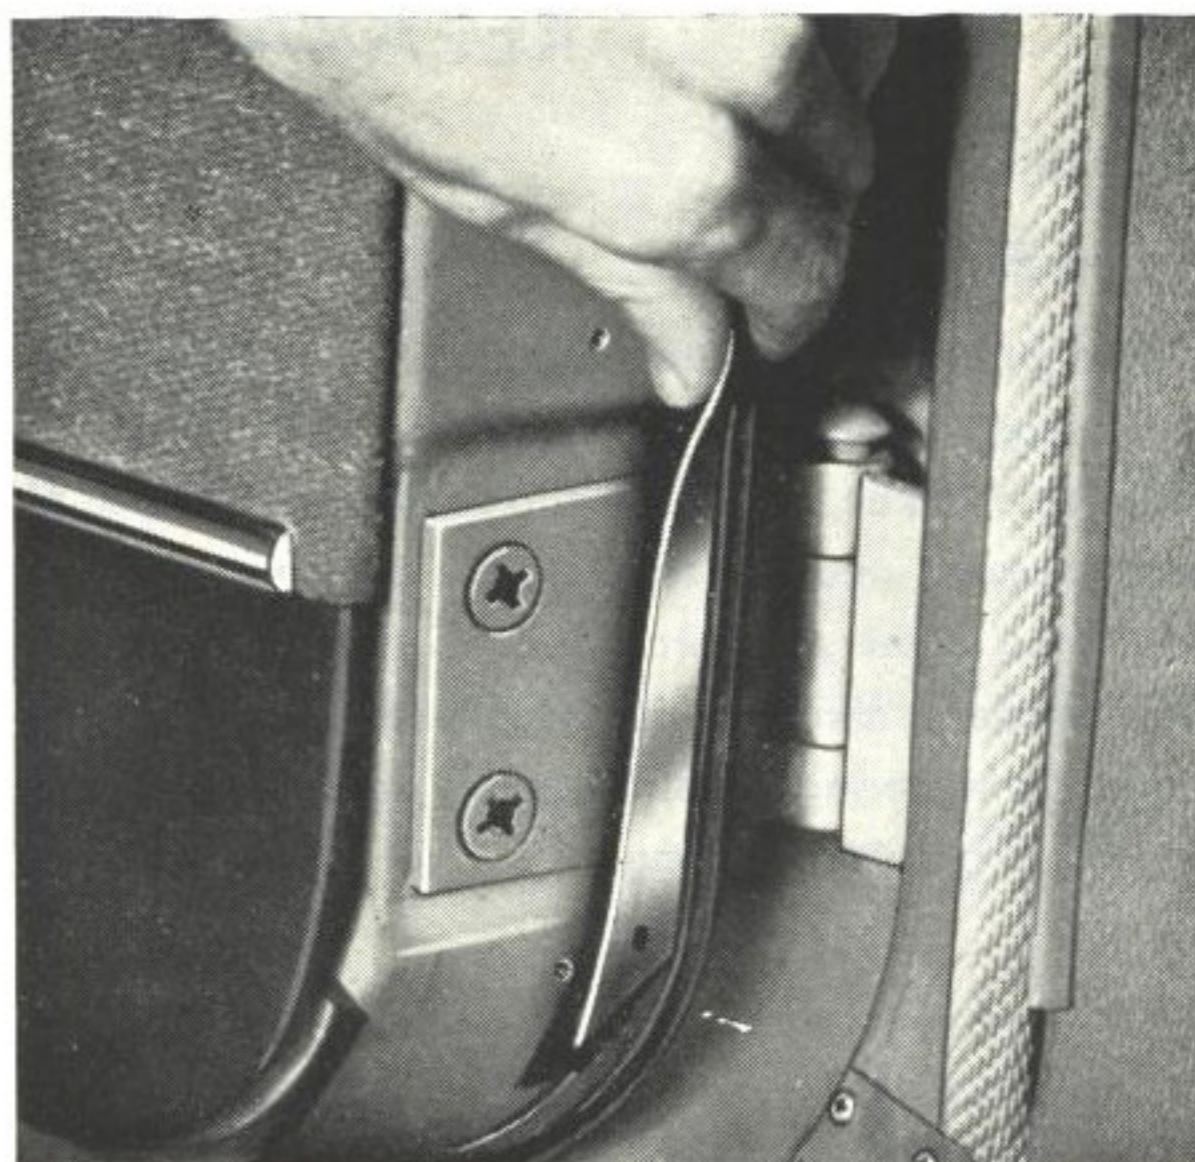

Bild 15. Plåt över gångjärn, tid. utf.
2. Lossa de fyra försänkta skruvarna vilka håller dörren vid övre och undre gångjärnet. Härvid måste dörrens tätningslist flyttas så att gångjärns-skrubarna blir åtkomliga. På äldre vagnar med limmade lister sker detta genom att de två plåtarna över gångjärnen, varpå listen är limmad, lossas och försiktigt drages åt sidan, bild 15. Se härvid till att gummilisten ej lossnar från plåten eller dörren.